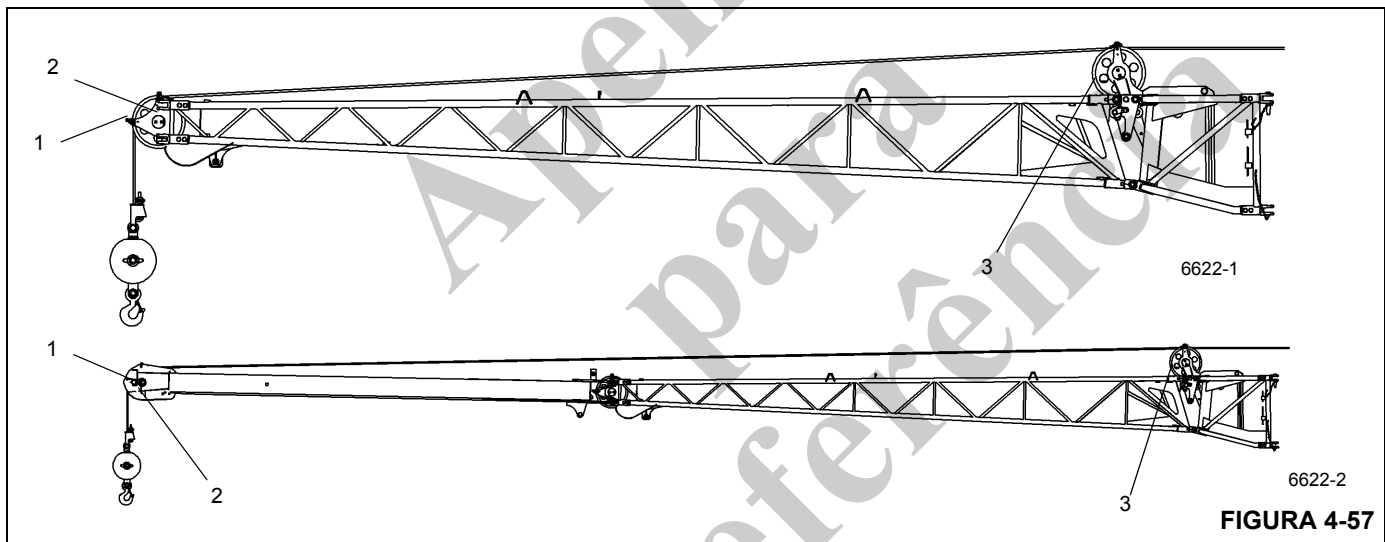

FIGURA 4-57
- Remova os roletes e a haste de retenção do cabo de elevação (1) Figura 4-57.
- Passe o cabo de elevação pelas polias defletoras (3) e pela polia da cabeça (2) na seção de 10,1 m (33 pés) ou na seção de 7 m (23 pés). Coloque todos os roletes e hastes de retenção do cabo de elevação de volta no lugar e prenda-os com pinos de retenção.